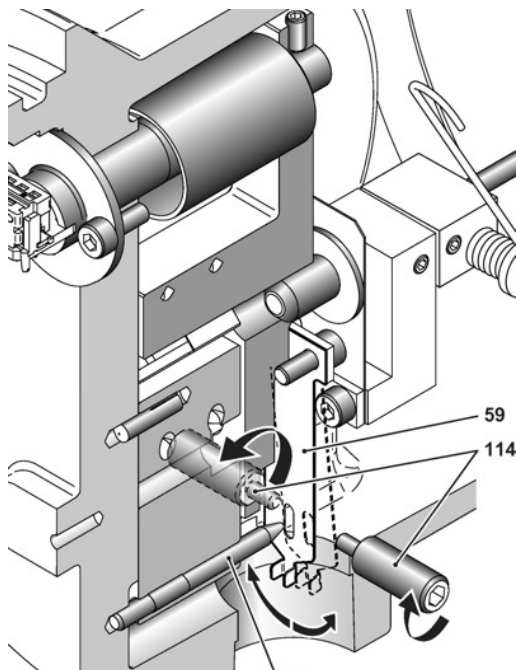

Рисунок 18. Калибровка с помощью регулировочных винтов
- Снять заглушку (107) с правой стороны корпуса, чтобы осмотреть механизм имитации. Снять синюю предохранительную заглушку (190) и две заглушки 1/8" NPT (115). Использовать торцевой ключ 5 мм.
- Смоделировать изменения уровня, перемещая регулировочную пластину (59) в направлении торсионной трубки до ее касания штифта регулировочного винта (114).
- Сохраняя контакт, сдвинуть регулировочную пластину влево или вправо вдоль поверхности штифта регулировочного винта (рис. 18) и тем самым смоделировать значения низкого и высокого уровня рабочей жидкости.